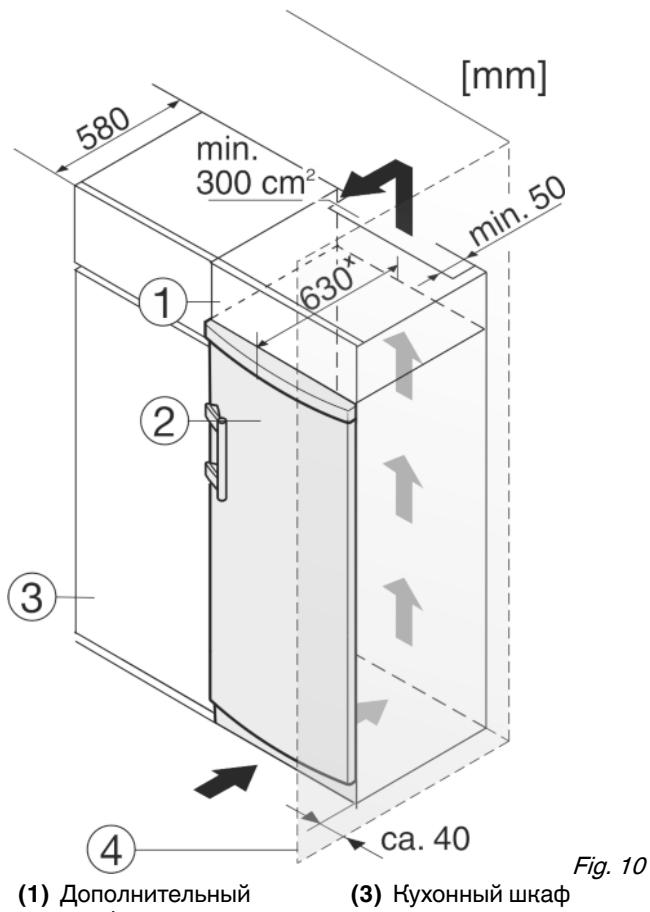

Fig. 10
Если устройство установлено на шарнирах у стены Fig. 10 (4), то расстояние между устройством и стеной должно быть не менее 40 мм. Настолько выступает ручка при открытой дверце.
(1) Дополнительный шкафчик
(2) Устройство
(3) Кухонный шкаф
(4) Стенка
Устройство может быть окружено кухонными шкафами. Чтобы уравнять устройство Fig. 10 (2) по высоте с кухонной стенкой, можно установить над устройством дополнительный шкафчик Fig. 10 (1).
При комбинировании с кухонными шкафами (глубина макс. 580 мм) устройство можно установить непосредственно рядом с кухонным шкафом Fig. 10 (3). Устройство выступает сбоку на 34 мм и по центру на 50 мм относительно передней стенки кухонного шкафа.